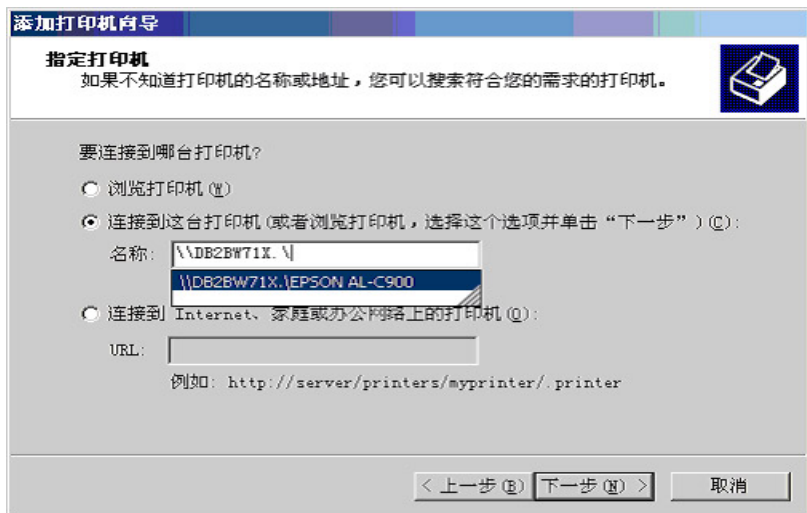

图 7-63 “添加打印机向导”对话框（三）
- 选择“连接到这台打印机（或者浏览打印机，选择这个选项并单击‘下一步’）”，输入共享打印机名称，格式为\\printserver_name\share_name，单击“下一步”按钮，如图 7-63 所示。